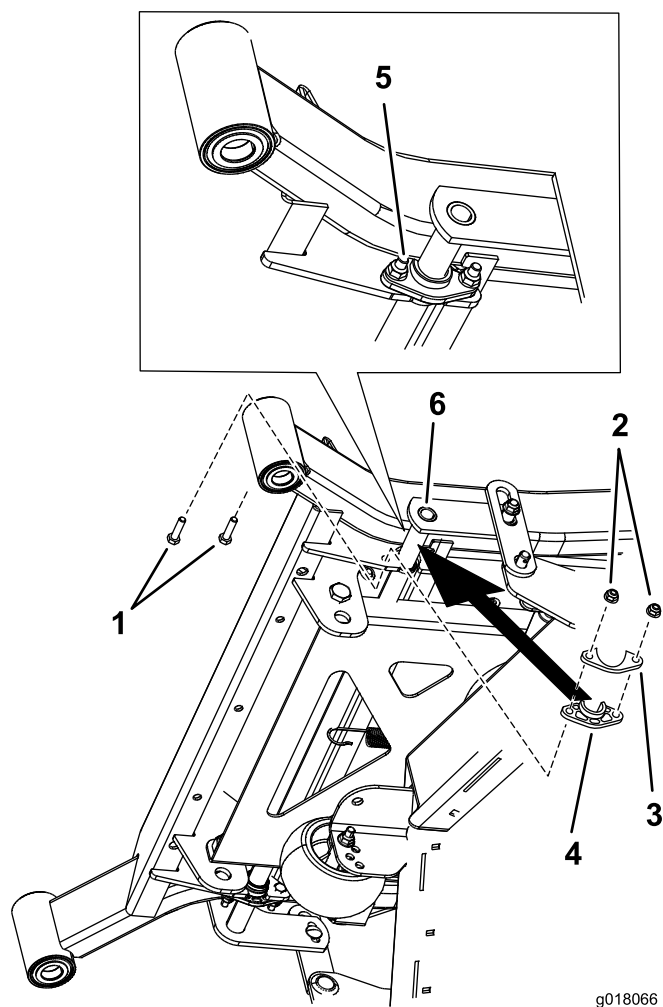

Figura 3
1. Retire as duas porcas e parafusos de cada casquilho da flange existente (Figura 3).
6. Prenda os casquilhos da flange e placas de reforço de metal na estrutura com as porcas e parafusos previamente removidos (Figura 3).